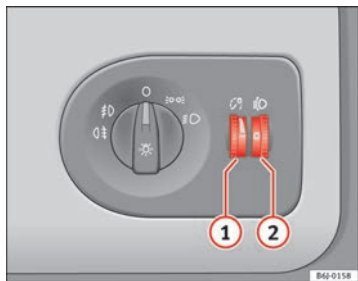

Abb. 54 In der Instrumententafel: Regler für die Instrumenten-/Schalterbeleuchtung und Leuchtweitenregulierung
Bei eingeschaltetem Licht lässt sich die Helligkeit der Instrumenten- und Schalterbeleuchtung durch Drehen des Rändelrades → Abb. 54 ① stufenlos regulieren.